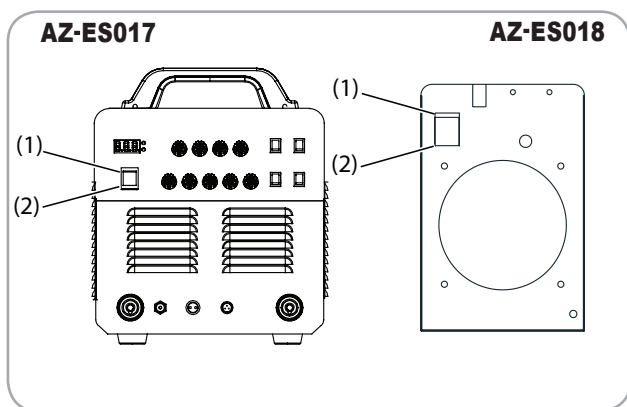

Fig.4
- Aparatul pornește prin conectarea cablului de alimentare la priză și apăsarea întrerupătorului în poziția Pornit; Fig 4 (1)
- Aparatul se oprește, apăsând întrerupătorul în poziția Oprit și deconectând cablul de alimentare de la priză. Fig 4 (2)